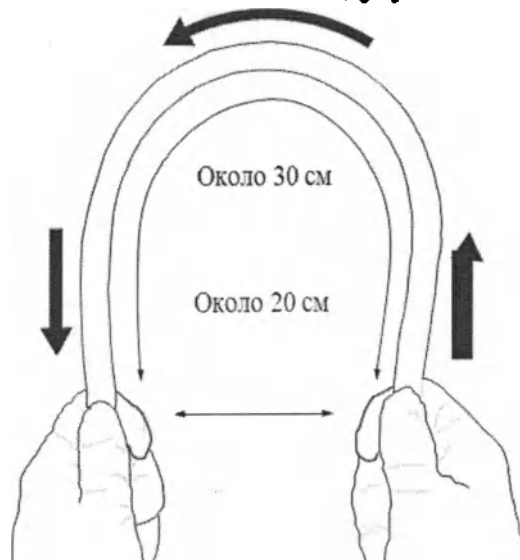

Рис. 7.8
9. Двумя руками согните вводимую трубку в дугу, как показано на Рис. 7.8. Скользящими движениями перемещая вводимую трубку в направлении стрелки на Рис. 7.8, убедитесь, что она плавно и легко сгибается в дугу по всей длине.